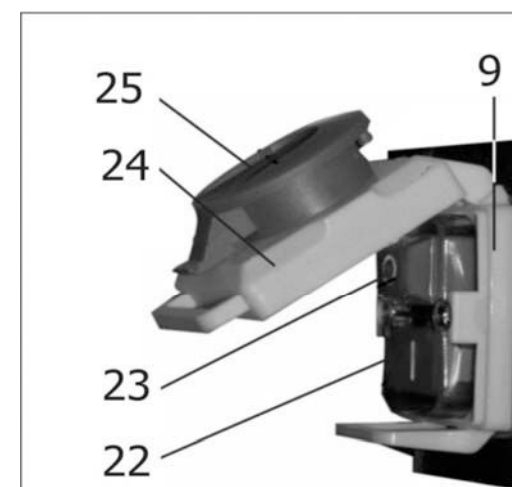
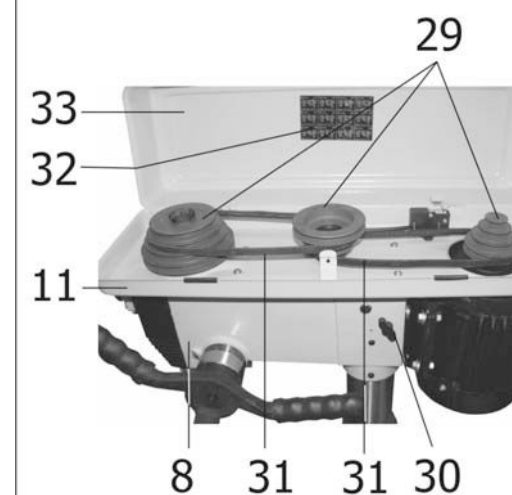
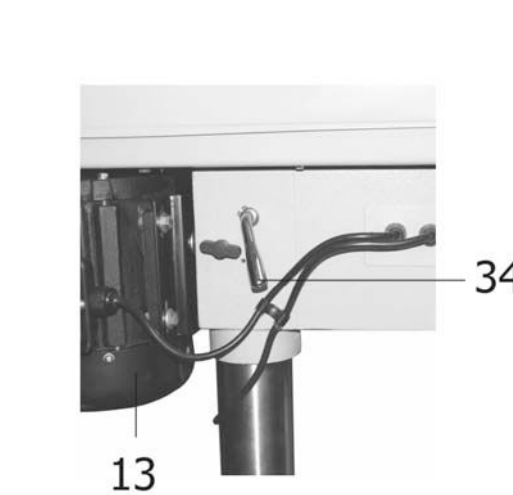

Рис.6
Рис.8
Рис.9
10.2. Перед тем как включить станок проверьте, закрыта ли крышка (33) кожуха ременной передачи (11), Рис.8. Ключ к патрону (O), Рис.1, не должен оставаться в сверлильном патроне (6), Рис.2. Режущий инструмент в сверлильном патроне (6) должен быть хорошо зажат, если режущий инструмент не установлен, то кулачки сверлильного патрона (6) должны быть сведены, Рис.2.
10.3. Станок оснащен магнитным пускателем, предотвращающим самопроизвольное включение после отключения питания. Магнитный пускатель (9), Рис.6, закрыт защитной крышкой (24) и заблокирован кнопкой (25), предотвращающей самопроизвольный пуск станка после нажатия на кнопку (25), Рис.6. При закрытой крышке (24) станок автоматически отключается от питания; станок можно включить только после открытия крышки (24) и нажатия зеленой кнопки (22). Отключение станка производится нажатием на красную кнопку (23), Рис.6. В случае необходимости экстренного отключения станка, следует нажать на красную кнопку (25), в результате чего произойдет отключение питания станка, Рис.6.
10.4. При открытии крышки (33) кожуха ременной передачи (11), Рис.8, станок должен отключиться. Повторное включение станка возможно после закрытия крышки (33) кожуха ременной передачи (11), Рис.8, и вторичного нажатия на зеленую кнопку (23), Рис.6 (см. п.10.3).
Скорость вращения шпинделя регулируется изменением положения клиновых ремней (31) на ступенях шкивов (29), Рис.8. Возможно установить 12 скоростей вращения шпинделя. Схемы положения клиновых ремней (31) на шкивах (29) для 12 вариантов скоростных режимов показаны на наклейке (32), находящейся на внутренней стороне крышки (33) кожуха ременной передачи (11), Рис.8.
Для изменения скорости вращения шпинделя предварительно следует ослабить натяжение клиновых ремней (31), Рис.8. Для этого необходимо ослабить винты фиксации (30), расположенные симметрично с двух сторон шпиндельной головки станка (8), Рис.8. Затем с помощью ручки (34) переместить электродвигатель (13) в сторону режущего инструмента, Рис.9. Руководствуясь данными наклейки (32) на крышке (33) кожуха ременной передачи (11), можно установить ремни (31) на ступенях шкивов (29) в требуемые позиции, Рис.8. Клиновой ремень можно натянуть с помощью ручки (34), переместив электродвигатель (13), Рис.9, в сторону от режущего инструмента и зафиксировав необходимое натяжение винтами фиксации (30) с двух сторон шпиндельной головки (8), Рис.8.